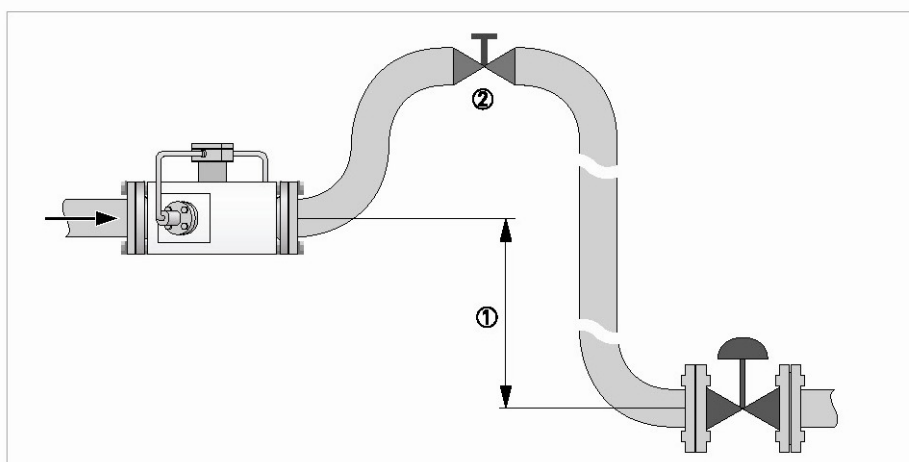

Рисунок 14 - Расположение прибора при опущенной трубе более чем на 5 м
Труба опущена более чем на 5 м (1) (рис.14). Предусмотреть воздушный клапан (2) на выходе расходомера.